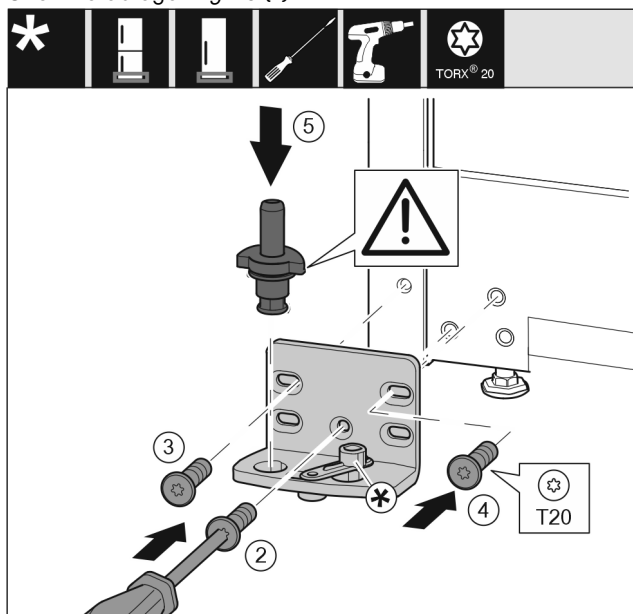

Fig. 16
- ▶ Ležajni podstavek namestite na drugo stran in privijte s pomočjo izvijača T20. Pričnite z vijakom 2 spodaj na sredini. *Fig. 16 (2)*
- ▶ Privijte vijaka 3 in 4. *Fig. 16 (3,4)*
- ▶ V celoti vstavite ležajni sornik. Pri tem pazite na to, da je zaskočni zapah obrnjen nazaj. *Fig. 16 (5)*